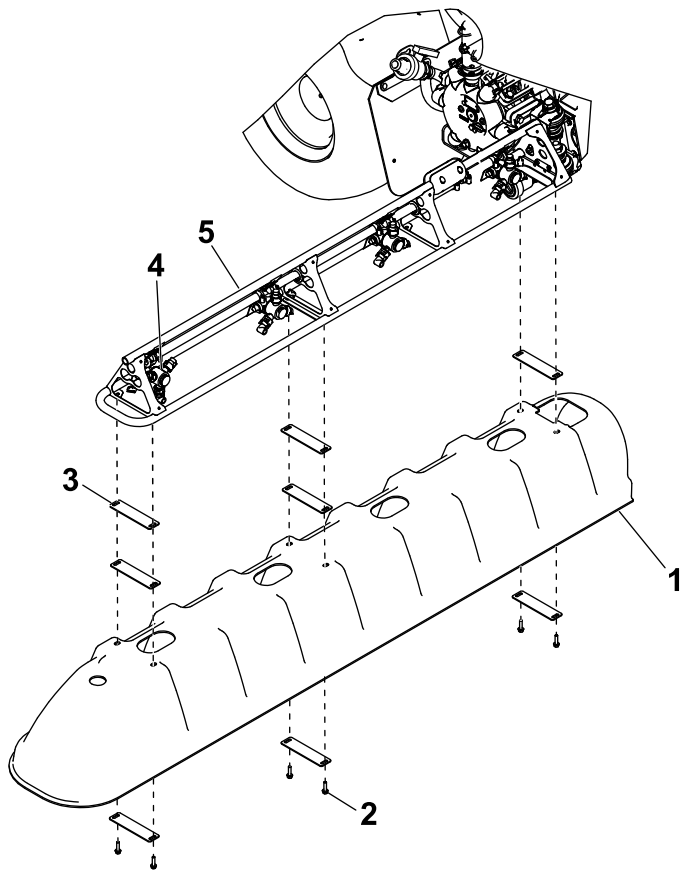

Рисунок 10
- Установите один из кожухов боковой стрелы (Рисунок 10) с помощью 8 пластиначных шайб, 6 болтов с шестигранными головками ($\frac{5}{16}$ x $1\frac{1}{4}$ дюйма) и 6 П-образных гаек.
Примечание: Вставьте дополнительные пластинчатые шайбы между кожухами наружных стрел и ферменными рамами секций наружных стрел, чтобы увеличить зазор между кожухами по месту. См. Рисунок 10.